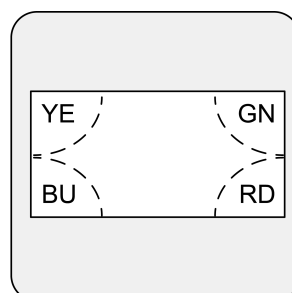

рисунок 8: Статус LED
За окошком датчика (4) находятся светодиоды статуса, отображающие текущее рабочее состояние (рисунок 8).